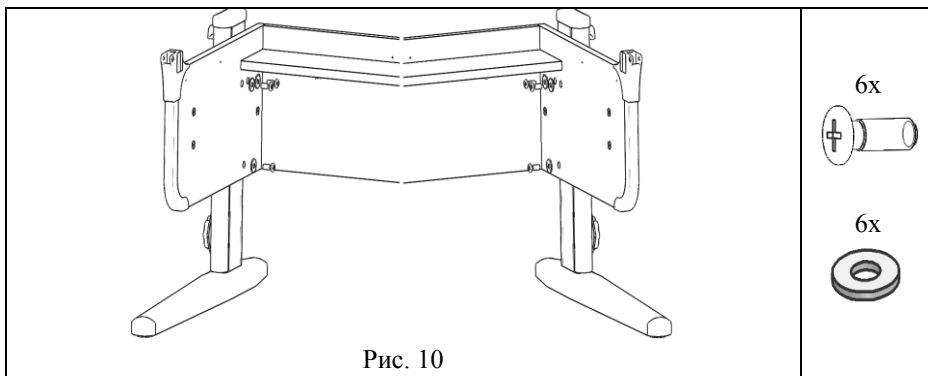

Рис. 10
5.3.3. На винт (поз.5, пакет № 142а) надеть шайбу (поз.7, пакет № 142а), вернуть и затянуть винт с шайбой в стойки левую и правую согласно рис. 10.